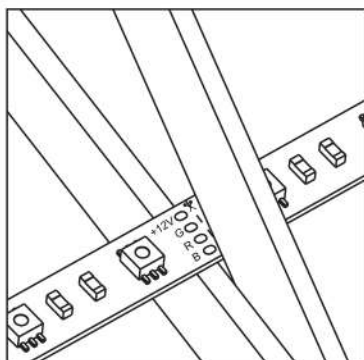

Рисунок 11
5.2 Определите необходимую для монтажа длину светодиодной ленты RGB. Отрежьте ленту. Разрезать ленту RGB можно ножницами, аналогично одноцветной ленте, по специальной линии отреза, расположенной между площадками для пайки (рисунок 11).